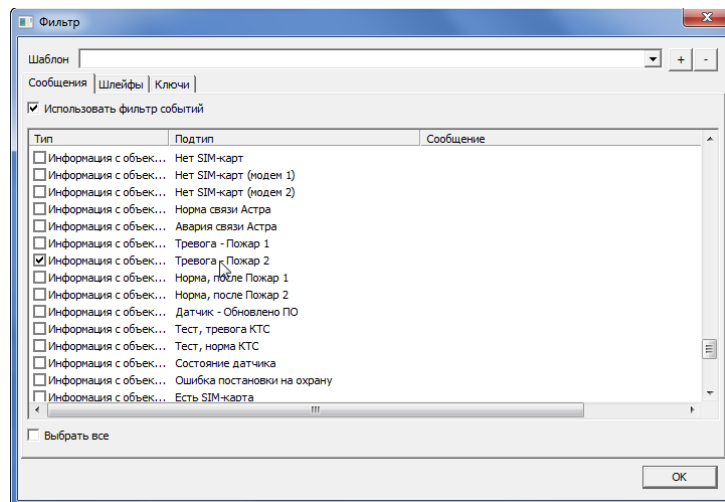

Рис. 13.33. Окно *Фильтр* вкладка *Сообщения*
3. Дважды щелкните левой кнопкой мыши по строке подтипа события, для которого нужно создать сообщение (Рис. 13.33).